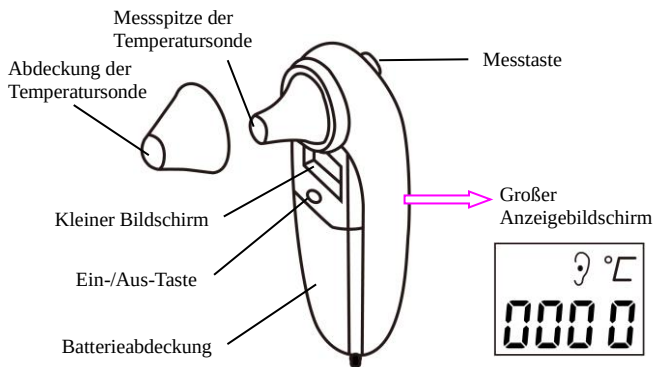

Abbildung 3.2 Die Infrarot-Temperatursonde
Die Infrarot-Temperatursonde ist wie in Abbildung 3.2 dargestellt.
2. Wenn der Bildschirm wie in Abbildung 3.2 groß angezeigt wird und die Temperatureinheit „ $^{\circ}\text{C}$ “ blinkt, kann der Benutzer mit der Messung beginnen.